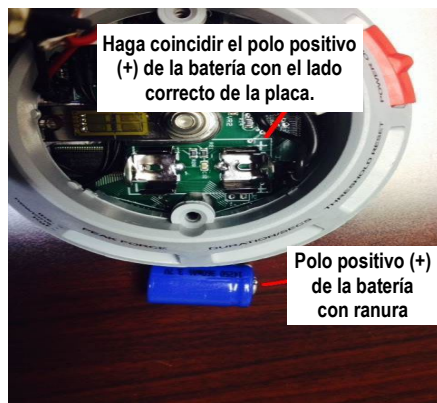

Figura 10. Cambio de la batería
- Cuando instale una batería nueva, asegúrese de que el polo positivo (+) de la batería esté alineado con la marca (+) de la placa de circuito impreso del dispositivo microFET®2 (consulte la Figura 10).